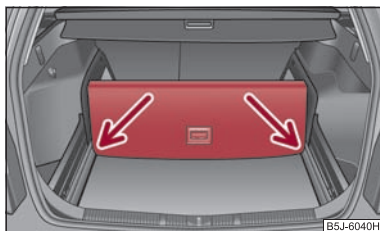

Fig. 64 Diviser le coffre à bagages
- Soulevez la partie avec la fixation et fixez-la en la poussant dans les rainures ⇒ fig. 64. ■